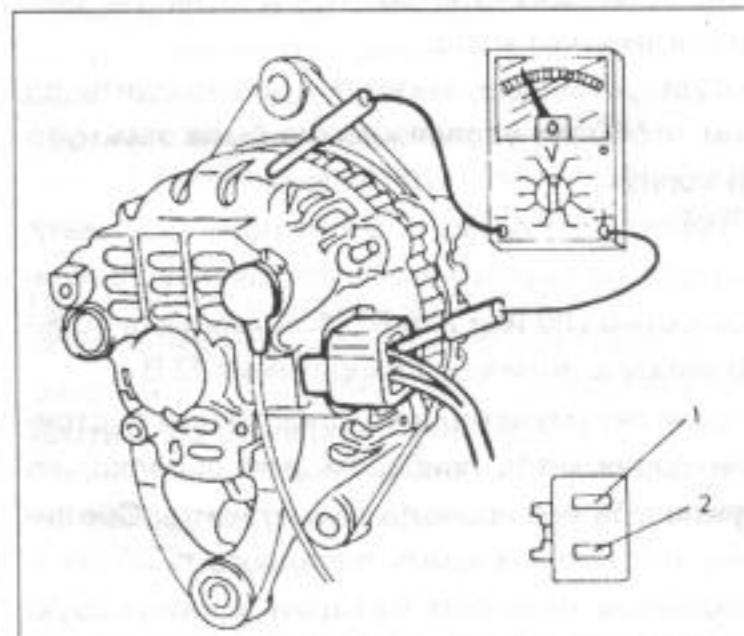

Рис.244.
- Подсоединить вольтметр в соответствии с рис.244 между клеммой "S" штекельной коробки и корпусом. Двигатель должен работать при 2500—3000 об/мин. Проверить, чтобы вольтметр имел показание 14,1—14,7 В. Все осветительные приборы должны быть выключены. Педаль тормоза не включать.